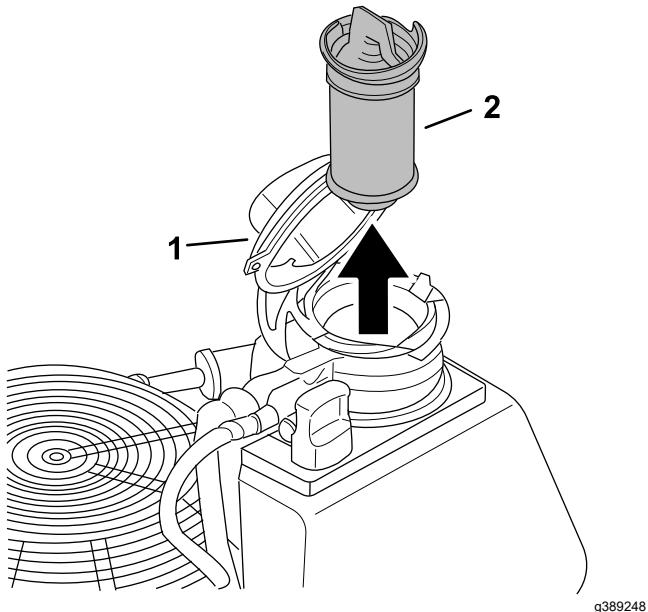

Figura 48
9. Retire el filtro de aceite del motor (Figura 48).